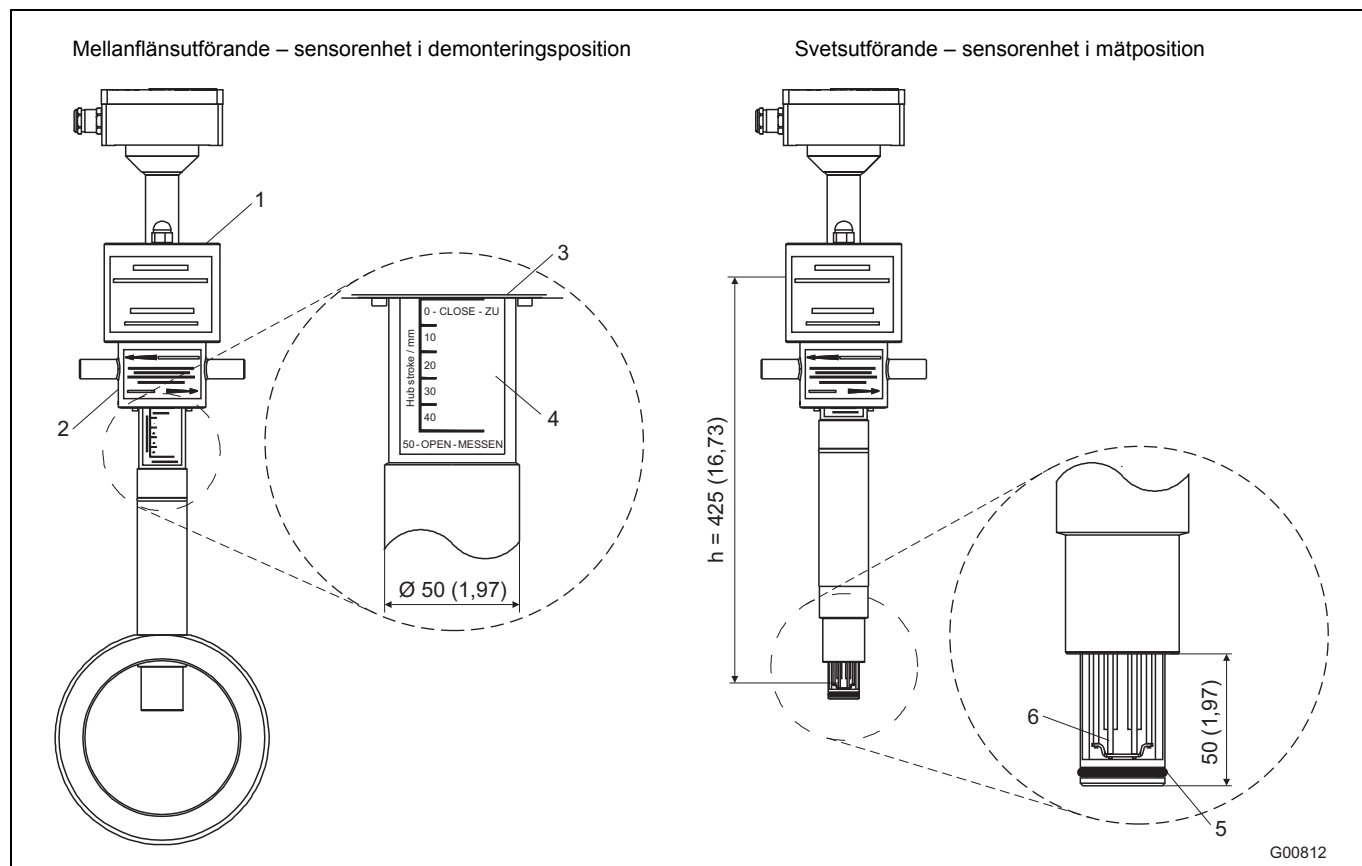
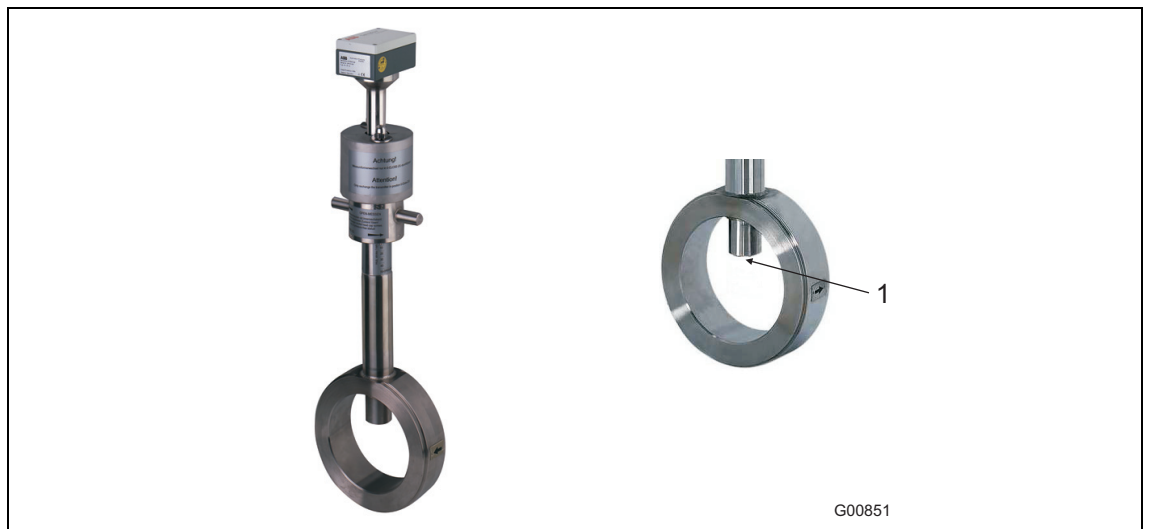
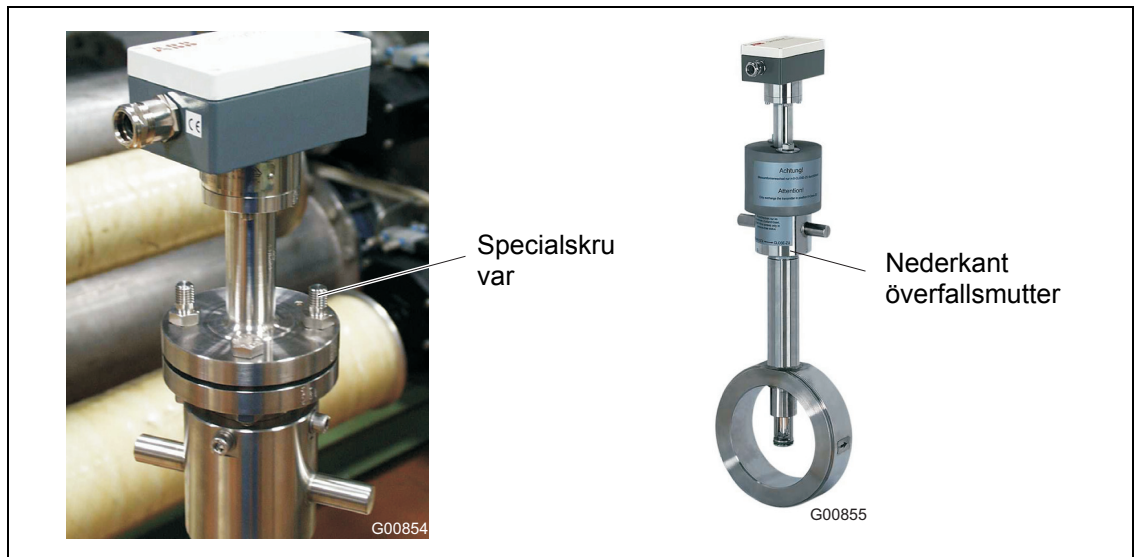

Fig. 6: Måttangivelser i mm (inch)
Fig. 8: Växelanordning i position för demontering
Fig. 11: Specialskruvar för skyddskåpor
- 1 Svetsadapter ska vara L lång (se fig. 7 och fig. 8)
Växelanordningen är dimensionerad för max. 16 bar abs. för tryckbelastning. För att underlätta utbytbarheten till standard-rördelar av utförande 1, konstruerades mellanflänsversionen (Fig. 8) för DIN-fläns DN 50 och DN 80 i trycknivå PN 40. Vid utförandet av DN 65 på trycknivå PN 16 ska anslutningsflänsar med 4 skruvhål användas. Utföranden i tum 2 ... 8" är dimensionerade för anslutningsflänsar ASME B16.5 Cl.150. Passande mätvärdessensorlängder se Fig. 6.
Fig. 8 (vänster bild) visar den monterade mellanflänsversionen för växelanordningen i position för demontering. Styrroret befinner sig i övre ändläge och stänger på så sätt sensyflow-öppningen (höger bild).
- Væxelanordningen ska befinna sig i position för demontering (Fig. 8), sensyflow-öppningen är tätad.
- Skjut in mätomvandlaren i växelanordningen och skruva fast den (montera 2 skruvar M12 samt 2 förlängda specialsruvar mittemot varandra (Fig. 11).
- Sätt dit skyddskappor och fäst dem med muttrar och specialsruvar (Fig. 11).
- Vrid mätomvandlaren i mätposition med överfallsmutter (Fig. 11). Nederkanten av överfallsmutter visar mätelemtets position. Först när mätposition 50 - OPEN - MESSEN (nedre anslag på överfallsmutter) uppnås befinner sig mätelemteten i rörledningens mitt och kan avge exakta värden (se detalj A i Fig. 6).
- Vrid mätomvandlaren i position för demontering med överfallsmutter. (Övre anslag av överfallsmutter, skriften 0 - CLOSE - ZU ska vara synlig; (se detalj A i Fig. 6).